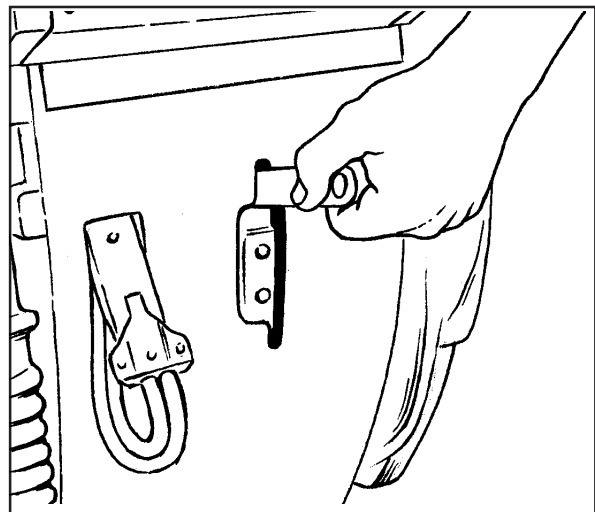

Abb. 19
2. Zum Anheben der Saugleiste, bewegen Sie den Saugleistenhebel nach oben. Siehe Abb.19.
6. Kontrollieren Sie die Geschwindigkeit der Traverse durch Verwendung des Geschwindigkeitskontrollknopfes. (Abb.19, Punkt C).